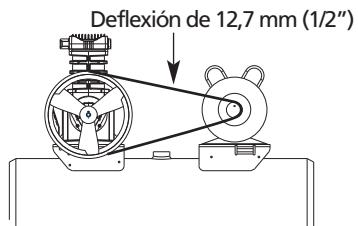

Figura 6
Las bandas se estiran con el uso normal. Al aplicarle una fuerza de 2,27 kg, entre la polea del motor y el cabezal, a una banda bien ajustada, la deflexión debe ser aproximadamente 12,7 mm (Vea la Figura 6).
4. Ajuste el volante o polea del motor de modo que la banda quede derecha (Vea Figura 6).